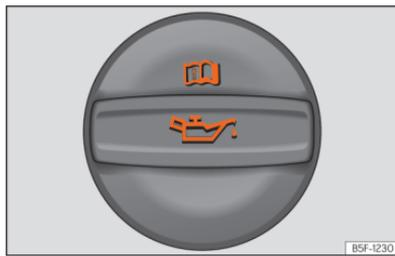

Fig. 234 Tampa do bocal de enchimento do óleo do motor no compartimento do motor.
- Localize o bocal de enchimento do óleo do motor. Reconhece-se pelo símbolo que existe sobre a tampa >>> **Fig. 234.**
- Desenrosque a tampa do bocal de enchimento do óleo do motor >>> **Fig. 234.**